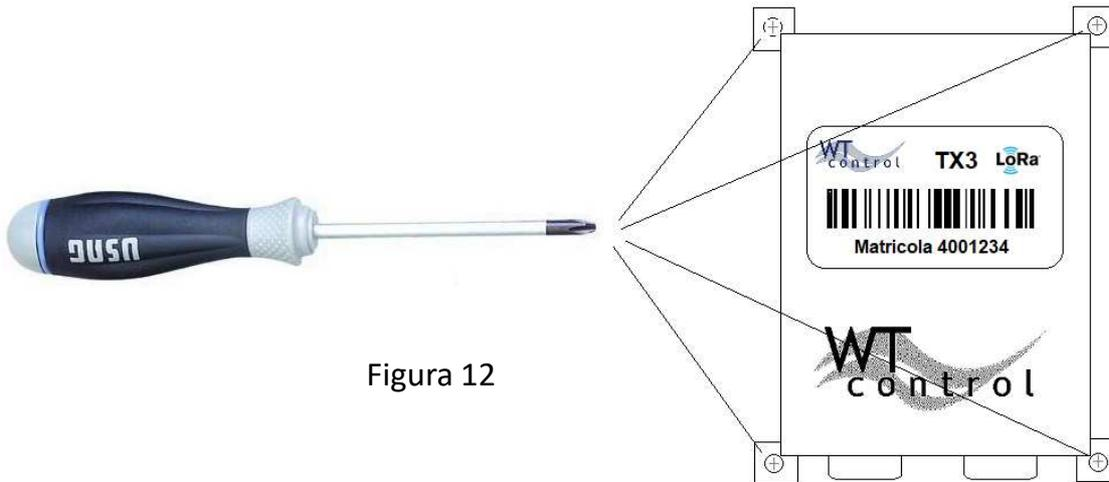

Figura 12
3.1 - Con un cacciavite a stella svitare fino a rimuovere le 4 viti situate alle estremità del modulo TX3 (Figura 12)